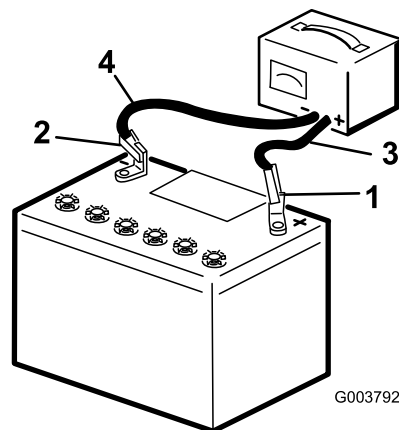

Рисунок 41
2. Заряжайте аккумулятор током от 3 до 4 А в течение 4–8 часов (Рисунок 41). Не допускайте избыточного заряда аккумулятора.
3. После полной зарядки аккумулятора отсоедините зарядное устройство от электророзетки, а затем отсоедините провода зарядного устройства от штырей аккумулятора (Рисунок 41).